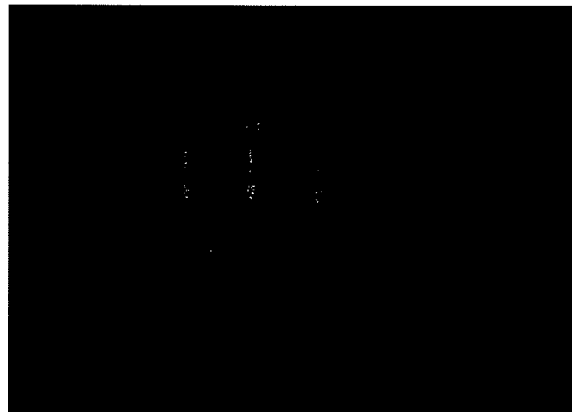
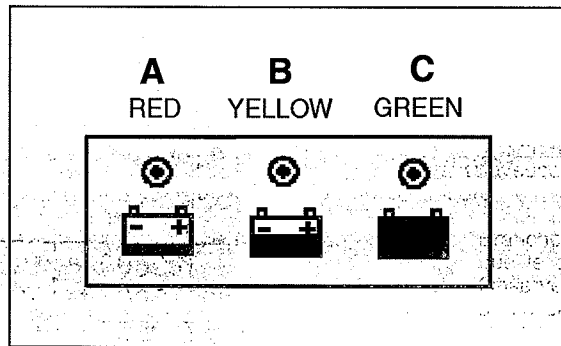

Figure 5
Figure 6
4. Observez le voyant lumineux pour vous assurer que le processus de charge a commencé (voir figure 5, A - Rouge, B - Jaune, C - Vert ). Pour plus d'indications sur les couleurs, voir la figure 6.
2. Observez le voyant lumineux pour vous assurer que le processus de charge a commencé (voir figure 5, A - Rouge, B - Jaune, C - Vert ). Pour plus d'indications sur les couleurs, voir la figure 6.